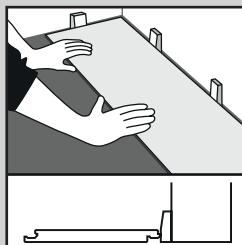

Abb. 1
- Berechnen Sie ausgehend von einer vollständigen Diel/Fliese entlang der Wand, wie viele Reihen in den Raum passen. Wenn dies bedeutet, dass entlang der gegenüberliegenden Wand nur eine schmale Reihe Dielen/Fiesen passen würde, schneiden Sie die erste Reihe entsprechend zu. Verlegen Sie dieses Produkt so, dass die Federseite/Schnittkante zur Wand zeigt. Verwenden Sie 5-mm-Abstandsklötzchen zwischen Diel/Fliese und Wand (Abb. 1).